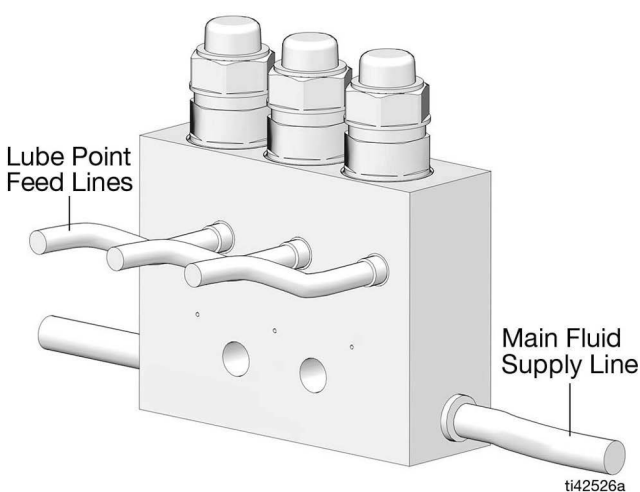

FIG. 3
- Conecte la tubería de suministro de fluido principal al colector (FIG. 3).
- Conecte las líneas de alimentación del punto de lubricación al colector (FIG. 3). Purgue el aire y los contaminantes de las líneas de alimentación del punto de lubricación: bombee grasa a través de los accesorios zerk y tapones conectados a la salida de fluido de cada inyector hasta que se distribuya lubricante limpio en el extremo de cada línea de alimentación del punto de lubricación.